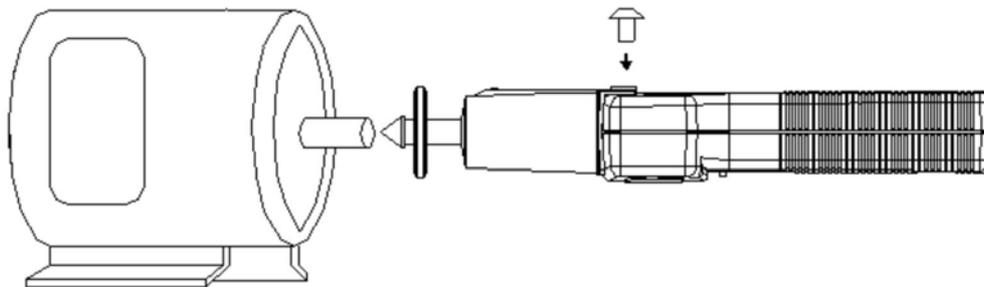

Fig. 3: prueba con contacto
2. Fije el adaptador mecánico en el instrumento como indica la Fig. 3.